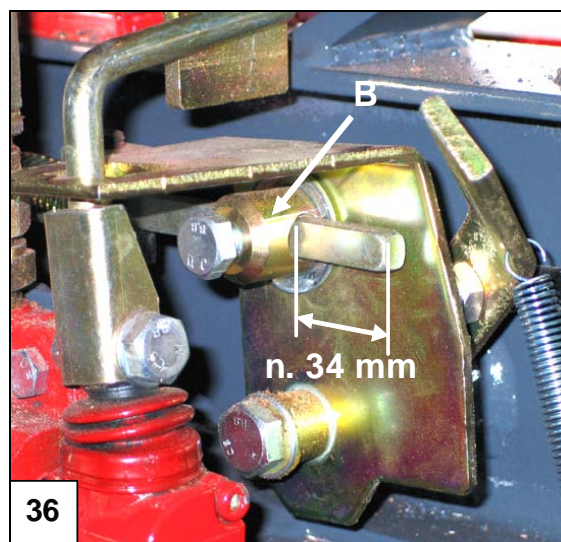

Fig. 36. Réglages de base de la soupape
- La valeur du réglage doit être d'environ 34 mm (Figure 36).
1. Desserrez la vis de blocage B sur l'arbre (clé de 17 mm, figure 36).